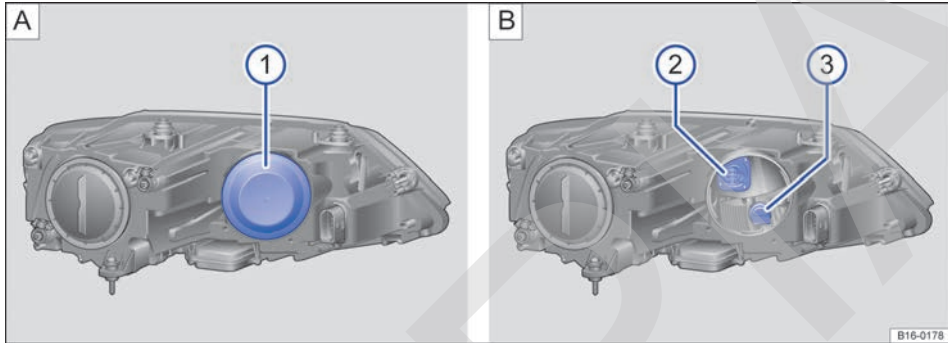

Fig. 179 En el vano motor: ① tapa en el faro izquierdo, ② luz de curva estática, ③ intermitente.
3.	Desmonte la tapa de goma → fig. 179 ① de la parte posterior del faro.
4.	Gire el portalámparas ② o ③ en el sentido contrario al de las agujas del reloj, hasta el tope, y extráigalo junto con la lámpara hacia atrás.
7.	Coloque la tapa de goma ①.